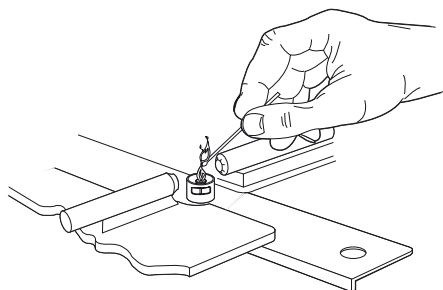

Figura 13
4. Encienda dos pilotos de adelante con una cerilla como muestra el figura 13.